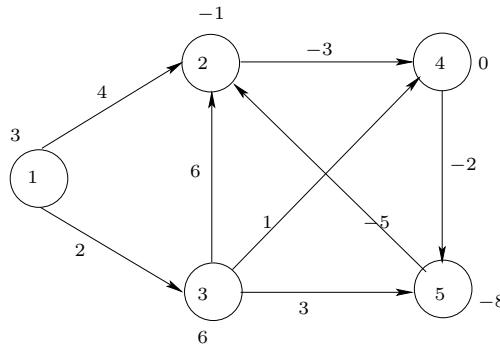

Figura 5.15: Grafo di partenza (esercizio 5.28)
**Esercizio 5.28.** ■ Sia dato il problema  $P$  di flusso a costo minimo (senza vincoli di capacità sugli archi), definito sul grafo orientato  $G = (V, E)$  riportato in figura 5.15, dove a ogni nodo  $i \in V$  è associata la divergenza  $d_i$  e a ciascun arco  $(i, j) \in E$  è associato un costo unitario  $c_{ij}$ .